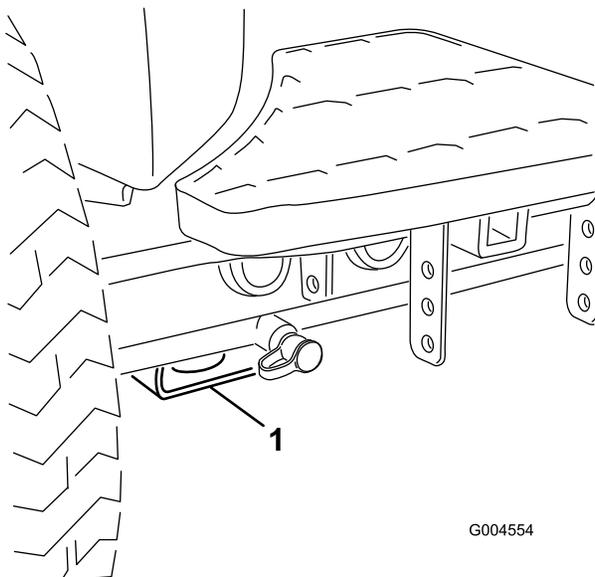

Bild 45
- Vorne: Rechteck unter dem Achsenrohr in jedem Vorderreifen (Bild 45).